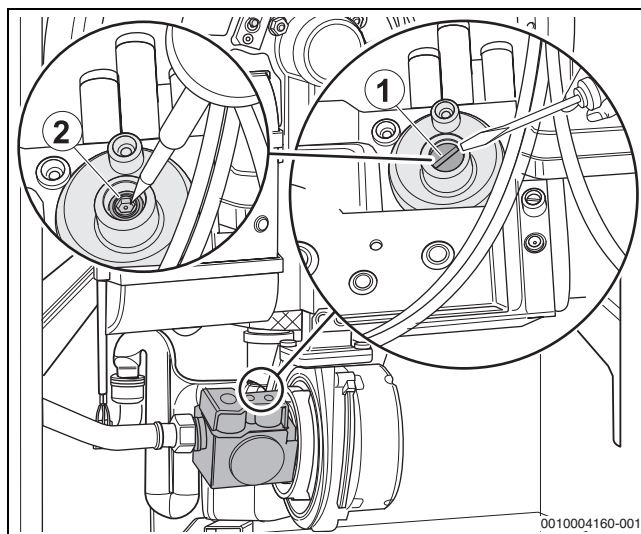

Bild 28 CO₂-Einstellung bei Teillast vornehmen
- ▶ Abdeckschraube der Teillast-Einstellschraube entfernen (→Bild 28, [1], Seite 21).
- ▶ Bei CO₂-Werten < 9,0 % oder > 9,6 % die Einstellung an der Teillast-Einstellschraube korrigieren (→Bild 28, [2], Seite 21 und Tabelle 10).
- ▶ Bei CO₂-Werten unter 9,8 % oder über 10,8 %, die Einstellung an der Kleinlast-Einstellschraube korrigieren (→Bild 28, Seite 21 und Tabelle 11).